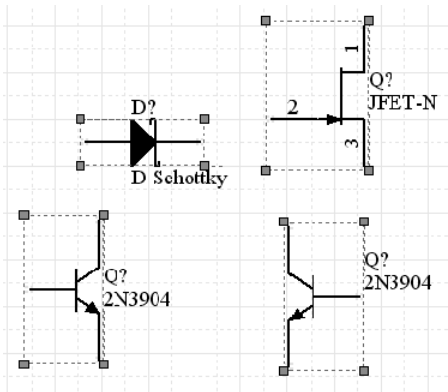

图 3.15 逐次选中多个元件
- 执行菜单命令 Edit/Select/Toggle Selection,执行命令后光标变成十字形,将十字光标在目标元件上逐个单击鼠标左键即可,选取后的元件周围同样出现一个虚线框,表明目标被选中,如图 3.15 所示。单击鼠标右键可取消命令状态。